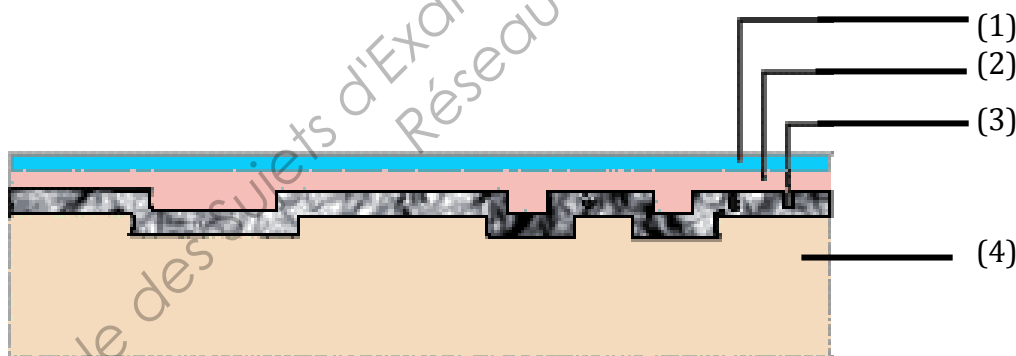

Figure 1 : Structure d'un CD
Les CD audio et les CD-ROM sont constitués de quatre couches (voir figure 1) :
On compare les propriétés de deux polymères pouvant constituer le substrat (4) défini sur la figure 1.